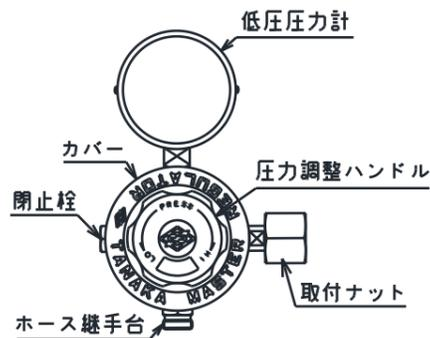

図1 マスターラインVI 外観
(1) 取出口バルブへの取付
- ①取出口バルブの取付口に検知液（石けん水）を塗布し漏れが無いことを確認してください。
- ②取出口バルブを1〜2回開閉し、取付口のゴミを吹き飛ばしてください。その後、取出口バルブを確実に閉めてください。
- ③パッキンにキズや打痕がないことを確認してください。パッキンが損傷している場合は、新品のパッキンと交換してください。
- ④圧力調整器の個装箱から圧力調整ハンドルを取り出し、図1〜4のカバー部分に2回転ほど右へ回して取り付けてください。このとき、圧力調整ハンドルは3回転以上回さないでください。
- ⑤取付ナットを取出口バルブネジに手で軽く2〜3回転ねじ込んでください。
- ⑥スパナを用いて、取付ナットを確実に締め付けてください。
(2) 機器への接続
- ①当製品に接続するホースは日本工業規格 J I S K 6 3 3 3 (溶断用ゴムホース)相当品を使用してください。内部にゴミや水が入っていないきれいなホースを使用してください。
- ②ゴムホースとホース口をホースバンドで確実に締め付けてください。
- ③図1〜4のホース継手台にゴムホースを接続してください。ゴムホースの接続はスパナを用いて、ガス漏れがないように締め付けてください。
(3) 圧力の設定